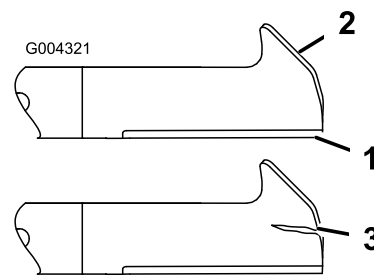

Figura 47
1. Inspeccione los filos de corte (Figura 47). Si los bordes no están afilados o tienen mellas, retire las cuchillas y afílelas; consulte *Cómo afilar las cuchillas*.
2. Inspeccione las cuchillas, especialmente la parte curva (Figura 47). Si observa daños, desgaste o la
formación de una ranura en esta zona (elemento 3 en la Figura 47), instale inmediatamente una cuchilla nueva.